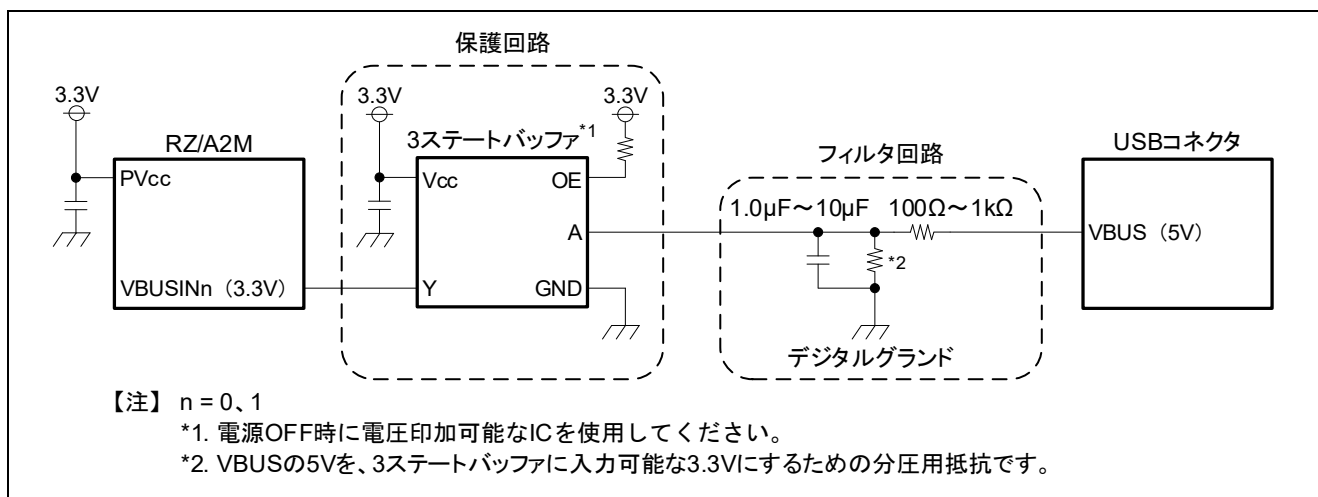

図 5.2 ファンクションコントローラ VBUS 回路例
- RZ/A2M をファンクションコントローラとして使用する場合、RZ/A2M の電源が OFF のときに USB ホストモジュールが接続されると、RZ/A2M の VBUSIN 入力端子に絶対最大定格*1 を超過した電圧が印加され、LSI の永久破壊となる可能性があります。これを避けるため、図 5.2 に示す保護回路を参考に、RZ/A2M を保護してください。
10	図 5.2：保護回路を示す点線を追加、CR の位置を変更